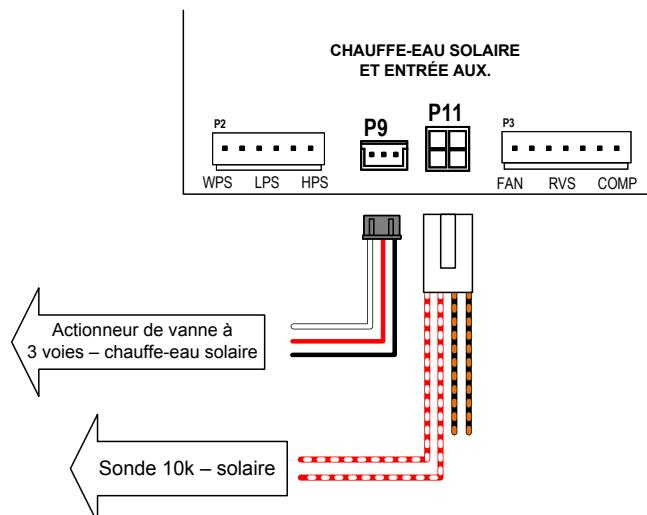

Figure 157. Chauffe-eau solaire et entrée auxiliaire
2. À l'intérieur du boîtier de contrôle de l'appareil, connectez les fils de « sonde solaire » à la borne « SOLAR » [P11] de la carte de contrôle à l'aide de l'adaptateur de faisceau « Solar Temperature Sensor / Auxiliary Safety Input » fourni dans la pochette d'accessoires. Connectez les fils rouge et blanc pour une sonde de température de 10K et utilisez la borne [P9] pour connecter un actionneur de vanne 3 voies standard comme vanne à 3 voies « solaire ». Consultez la **Figure 157** pour plus d'informations.